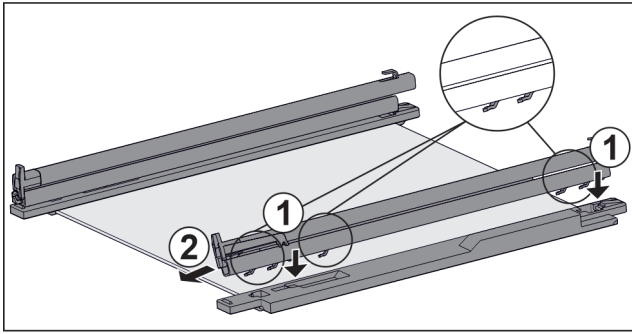

Fig. 110 Placă de sticlă cu șine și piese de fixare
- ▶ Așezați cârligele șinei pe deschiderile piesei de fixare din **stânga**. Fig. 110 (1)
- ▶ Trageți șina în față. Fig. 110 (2)
- ▶ Așezați cârligele șinei pe deschiderile piesei de fixare din **dreapta**. Fig. 110 (1)